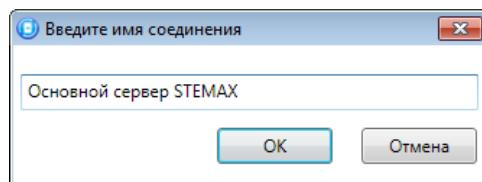

Рис. 6.6. Введите имя соединения
**ПРИМЕЧАНИЕ.** Для того чтобы сохранить параметры подключения, нажмите кнопку  , в открывшемся окне введите имя этого профиля подключения и нажмите кнопку *OK* (Рис. 6.6). Для того чтобы удалить сохраненный профиль подключения, выберите его в списке и нажмите кнопку .